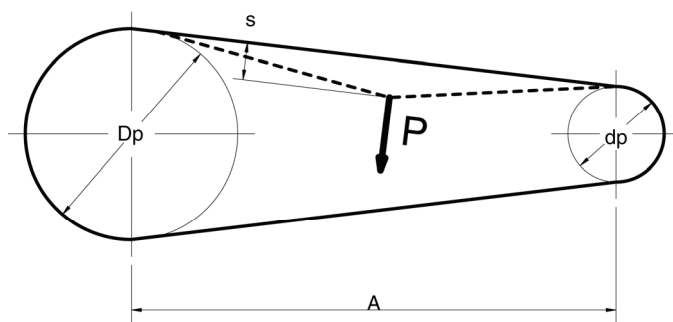

Рис. 26 Прогиб клиновидного ремня
1. Измерить расстояние между осями дисков (размер А рис.26).
2. Измерить силу Р, необходимую, чтобы прогнуть ремень на  $S=16$  мм на каждый погонный метр расстояния между осями, приблизительно посередине расстояния между осями (рис.26).
Новые ремни следует натянуть таким образом, чтобы требуемая сила P (рис. 26) как можно больше совпадала со значением P, указанным в таблице 16.